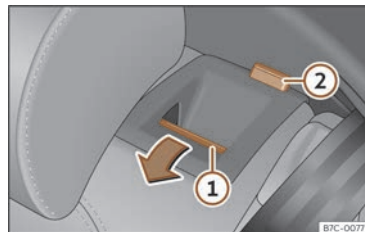

Fig. 97 Seient del darrere: abatre el respalller.
- Premeu la tecla de desbloqueig >>> **fig. 97** ① cap endavant i, alhora, abateu el respalller. El respalller del darrere està desbloquejat quan es veu una marca vermella a la tecla ②.